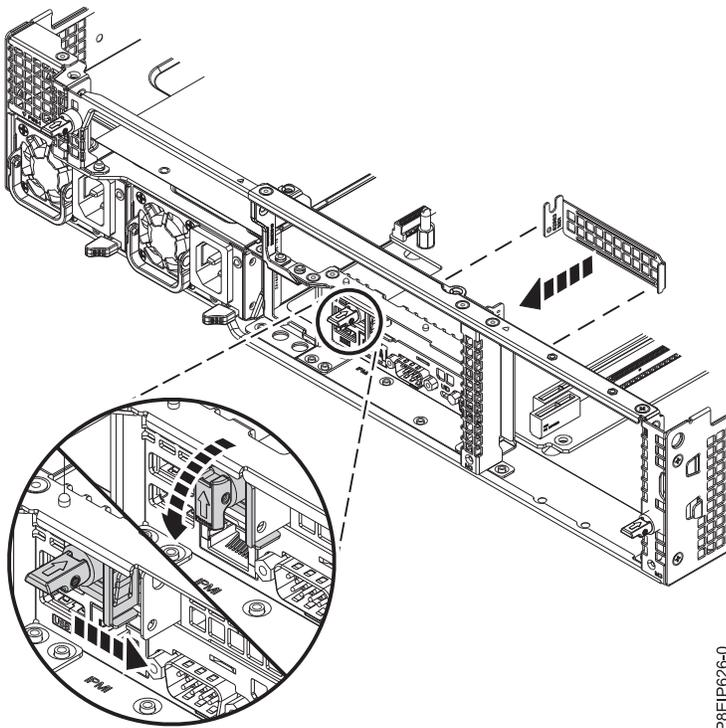

Figura 60. Deslizando o retentor do suporte sobre trilhos para a posição fechada
- e. Feche a porta de retenção deslizando-a contra o suporte sobre trilho, conforme mostrado na Figura 60 na página 88, em seguida, recoloque o pino de retenção.